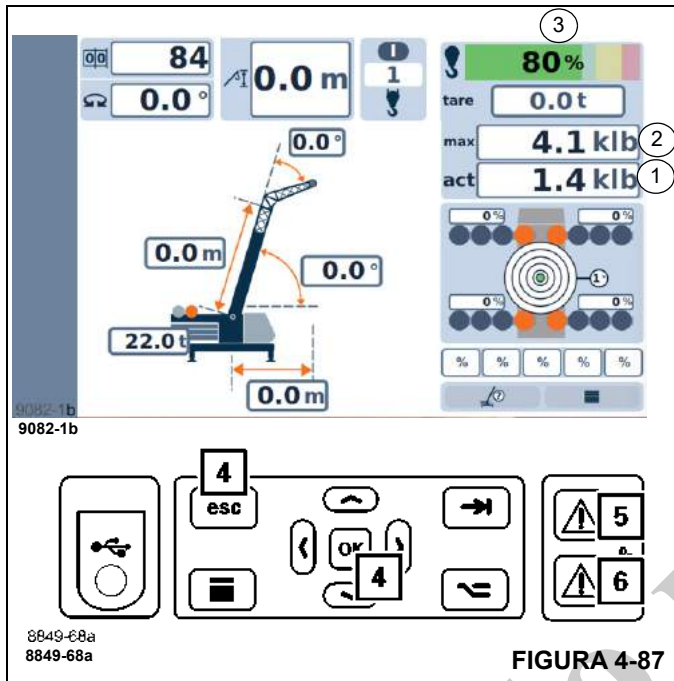

FIGURA 4-87
- Después de cinco segundos, puede apagar el tono del zumbador utilizando el botón (4), (Figura 4-87).
- La luz (6), (Figura 4-87), se ilumina.
- La pantalla (3), (Figura 4-87), muestra el grado de utilización actual; por ejemplo, 100 %; la barra es de color rojo.
- El valor en la pantalla (2), (Figura 4-87), es igual o mayor que el valor en la pantalla (1), (Figura 4-87).